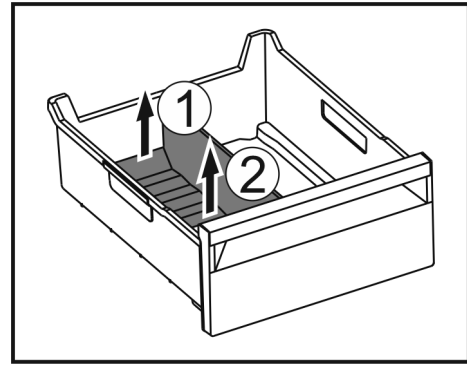

Fig. 249
- ▶ 提升冰格分隔器后部。 Fig. 249 (1)
- ▶ 向上取出冰格分隔器。 Fig. 249 (2)